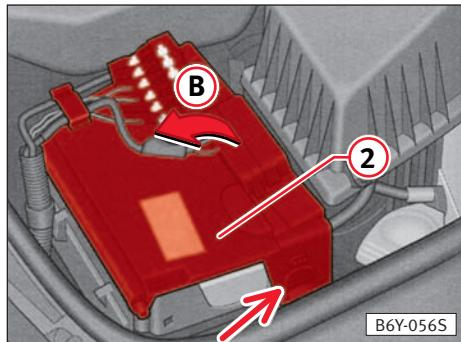

Fig. 127
- Tire ligeramente de la pestaña lateral de la tapa de la batería ⇒ flecha, **fig. 127**. Levante la tapa tirando en dirección a la flecha ⑤.